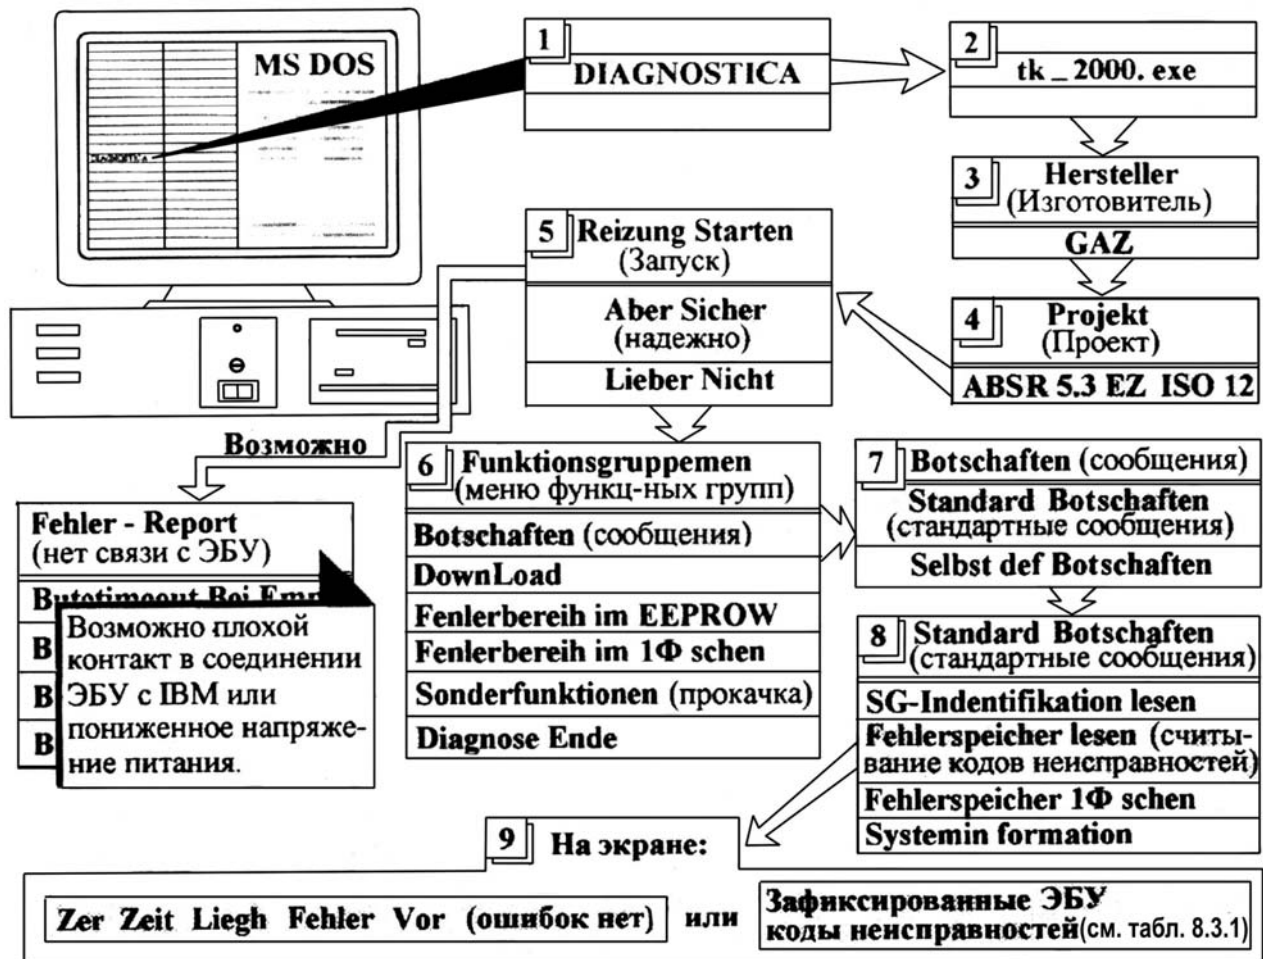

Рис. 8.3.4. Схема запуска диагностической программы и вывода на экран ПК кодов неисправностей, зафиксированных ЭБУ АБС
- запустить на ПК диагностическую программу (см. схему запуска диагностической программы рис. 8.3.4);